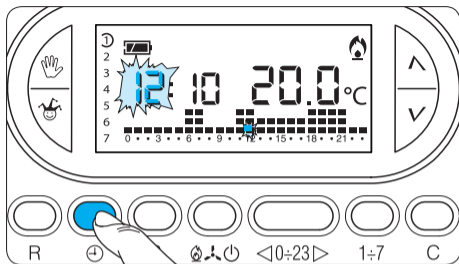

Fig. 15
4.4- Premere il pulsante ⊕ (fig. 15).